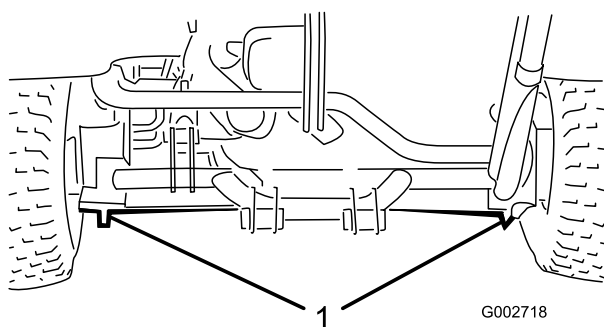

Bild 19
- Linke und rechte Seite: Unter dem hinteren Radmotor oder dem Rahmen (Bild 19).